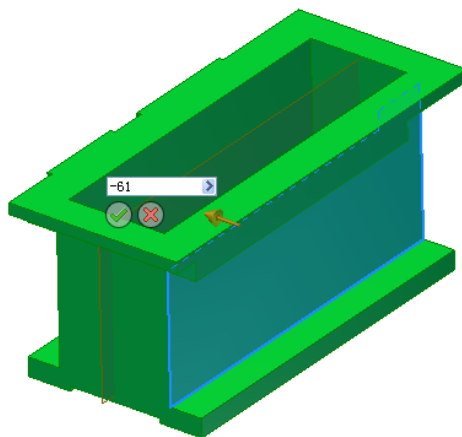

图 9-23 建立工作平面
⑥在零件的宽度方向的中心处创建工作平面以作为镜像凸台特征的对称平面。单击【模型】标签栏【定位特征】面板上的【工作平面】工具按钮, 选择零件的一个侧面, 在打开的【偏移】对话框中偏移对话框中输入正确的偏移距离后(这里以空腔部分的外壁作为参考表面, 偏移距离为 61)回车即可创建工作平面, 创建的工作平面如图 9-23 所示。